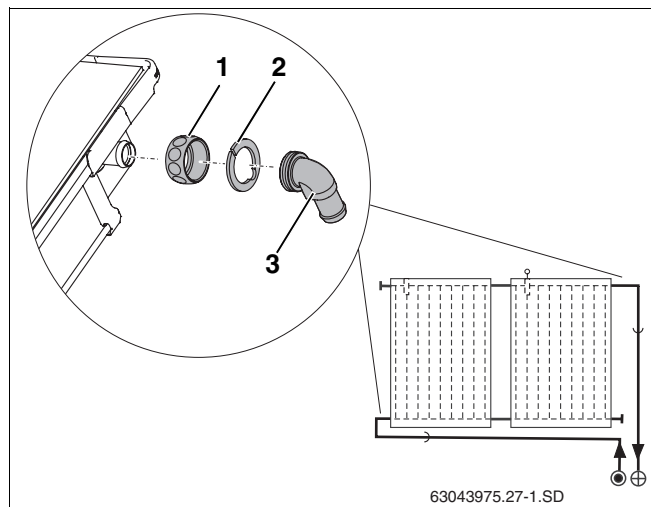

Рис. 22 Установка угловых наконечников
- Надеть накидные гайки (рис. 22, **поз. 1**) на штуцеры коллектора.
- Уложить зажимную шайбу (рис. 22, **поз. 2**) за выступ штуцера коллектора и нажать на нее.
- Выровнять наконечник с кольцом (рис. 22, **поз. 3**) и затянуть накидной гайкой.